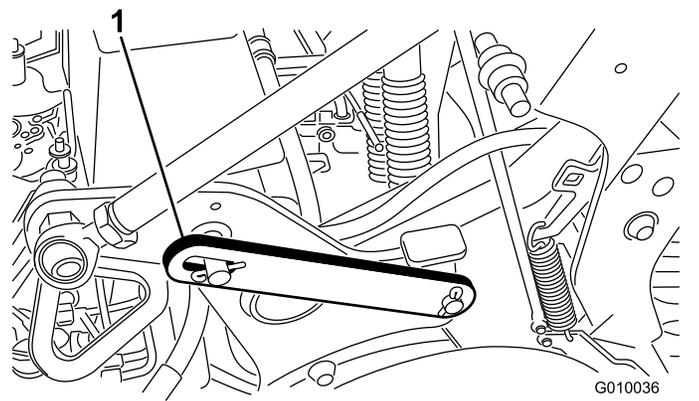

Bild 18
3. Entfernen Sie den Clipping, mit dem der Wartungsriegel in der Aufbewahrungsstellung gesichert ist (Bild 18).